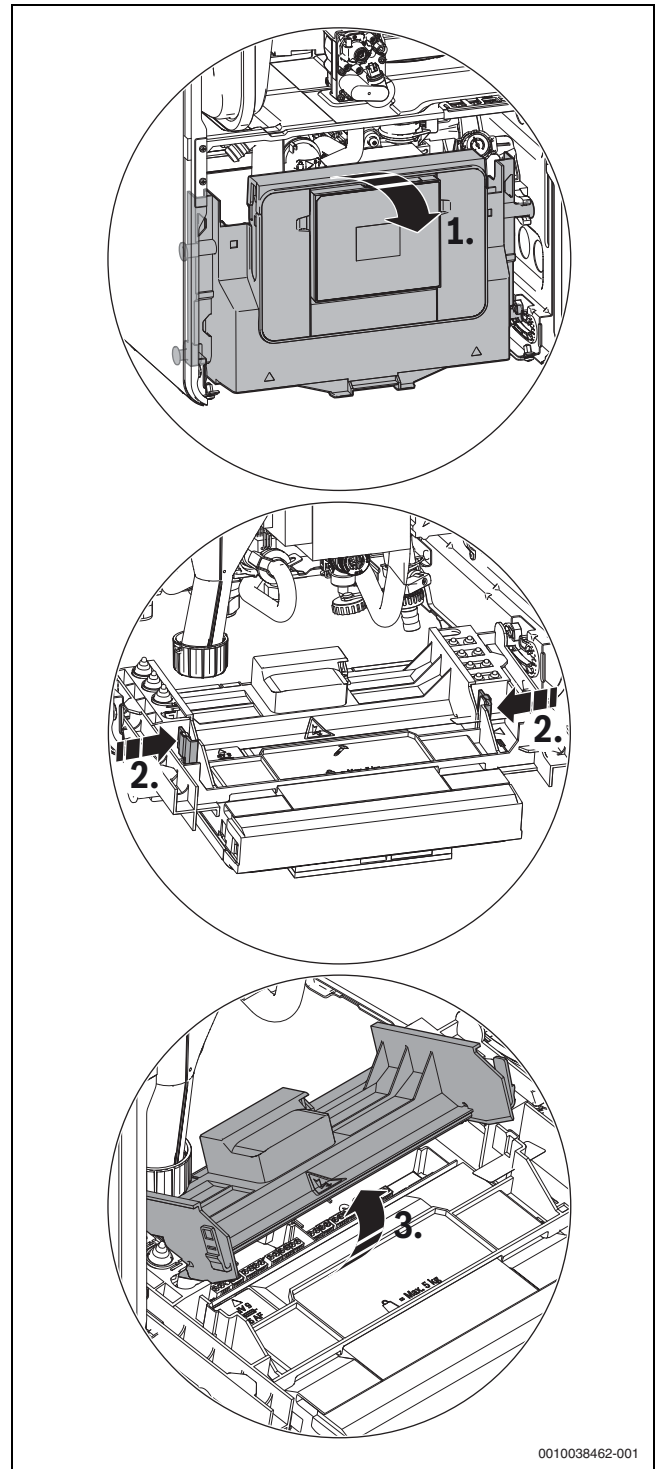

Bild 36 Abdeckung aufklappen
- Steuergerät nach unten klappen (→ Bild 36).